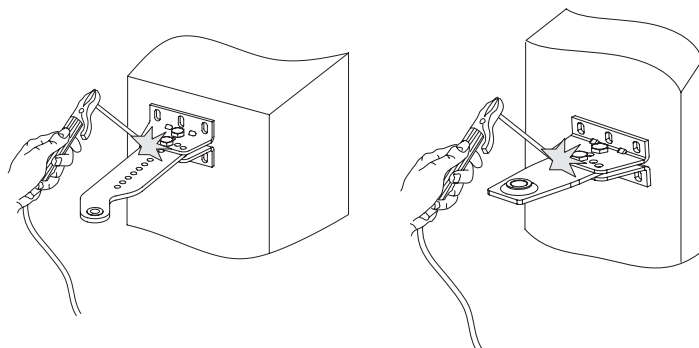

Рисунок 10. Сварка заднего и переднего кронштейна
- После проверки монтажа привода, закрепите детали переднего, заднего креплений между собой, используя сварку (рис. 10), примите меры для защиты привода от воздействия сварочных работ. Защитите места сварки от коррозии защитным покрытием.